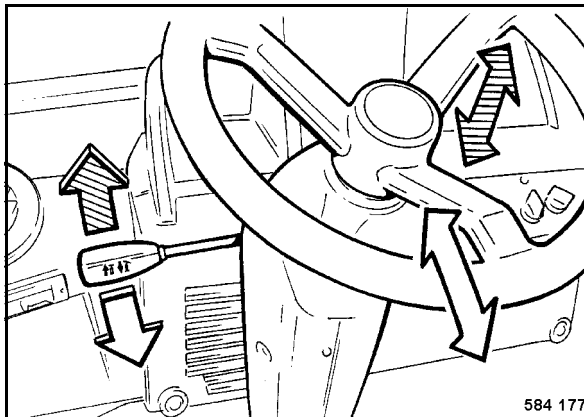

Fig. 56
- Para ajustar la altura del volante tirar la palanca (Fig. 56) hacia arriba y ajustar el volante en altura.